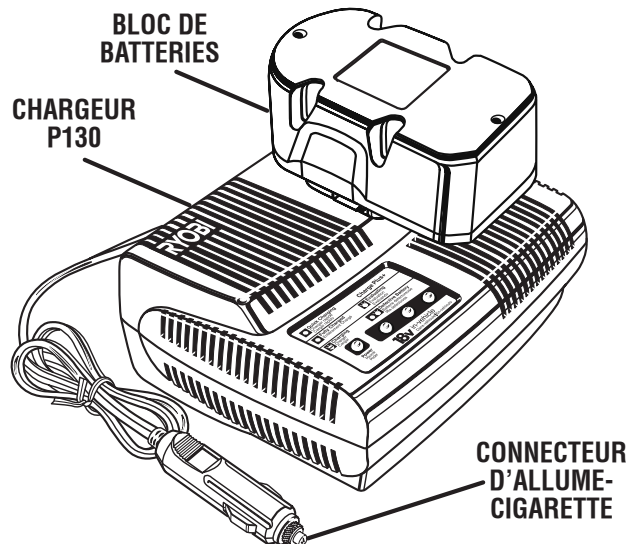

Fig. 3
- Aligner la nervure du bloc de batteries sur la rainure du chargeur et insérer le bloc dans le chargeur. *Voir la figure 3.*